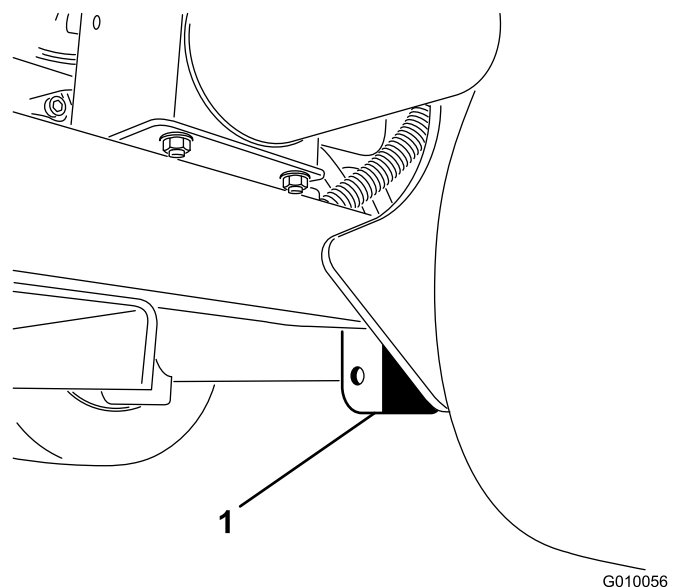

Figure 42
2. Placez le cric correctement sous la plaque du châssis, juste à l'intérieur de la roue arrière (Figure 42).